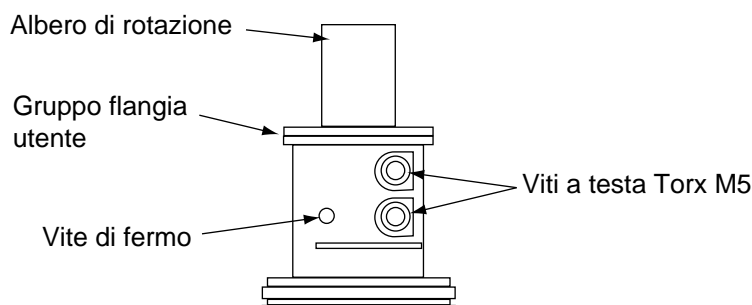

Figura 2-20. Dettagli sulla rimozione della flangia utente
3. Utilizzare un cacciavite Allen da 2,5 mm per allentare la vite di fermo, vedere la Figura 2-20. Prendersi nota della scanalatura verticale che è in linea con la vite di fermo. La flangia dovrà essere riposta nella stessa posizione.